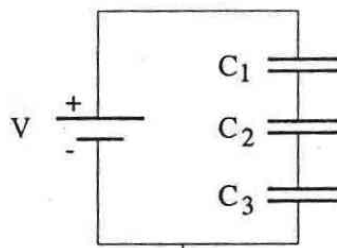

Figure 2: Condensateurs en série.
Si trois condensateurs sont connectés en *série* comme à la Figure 2, chacun d'entre eux accumule une charge égale à  $Q$ . Un circuit en série possède une capacité équivalente,  $C_s$ , donnée par la relation
1. En utilisant le panneau de circuit électrique, branchez les trois condensateurs dans un circuit en série tel qu'illustré dans la Figure 2.